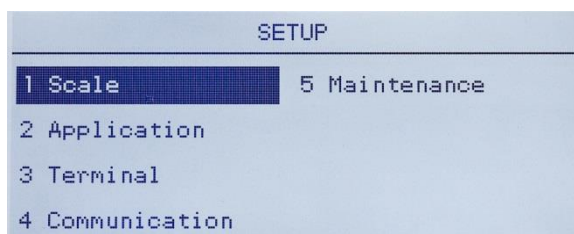

Figura 3-15: Menú de configuración – Reinicio
1. Presione la tecla MENÚ y seleccione el ícono CONFIGURACIÓN . La Figura 3-15 muestra la primera página del menú de configuración con cinco ramas principales mostradas.